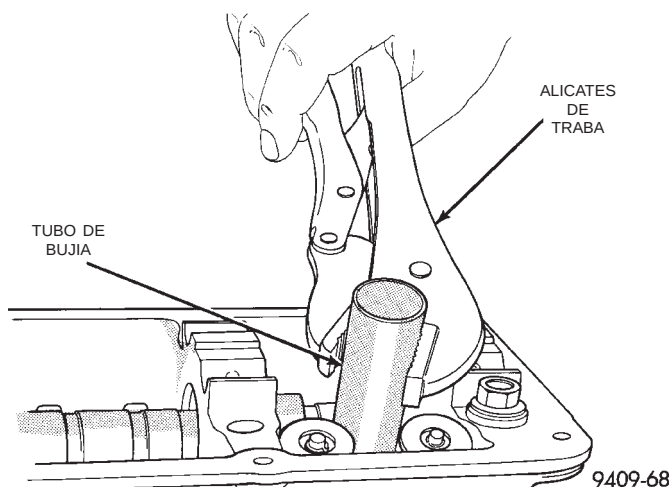

Fig. 29 Servicio de los tubos de bujía
(2) Utilice alicates de traba para retirar el tubo de la culata de cilindros (Fig. 29). Deseche el tubo usado.